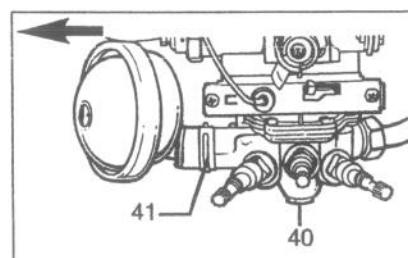

Fig.4
- Désenboîtez le dispositif en tirant dans le sens de la flèche (fig. 4).